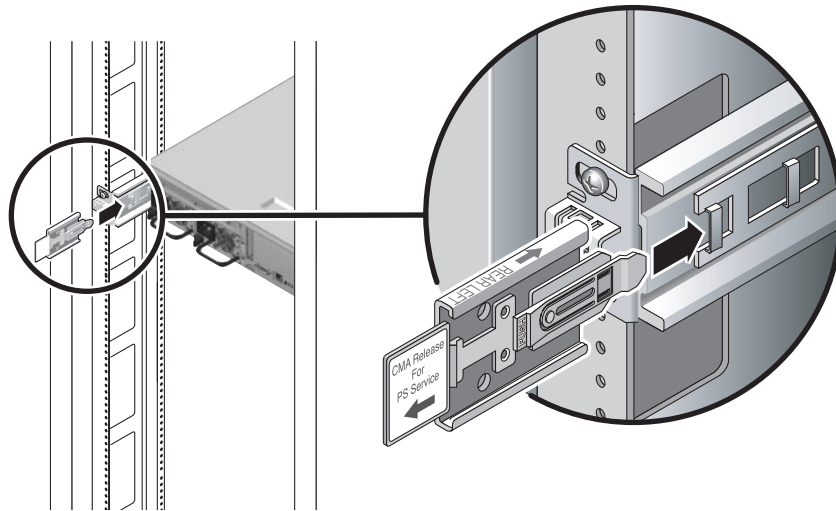

FIGURA 2-8 Introducción de la extensión para el CMA en el extremo posterior de la guía izquierda
1. En la parte posterior del bastidor, introduzca la pieza de extensión para el CMA en el extremo de la guía izquierda (FIGURA 2-8). La lengüeta de la extensión encajará en la ranura con un chasquido.